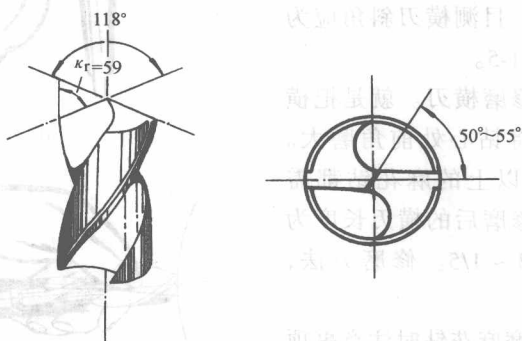

图 1-5
### 2) 刃磨麻花钻的要求（图 1-5）
⑤ 检查横刃斜角应为  $55^\circ$ 。检查时，将麻花钻竖立，两眼俯视，目测横刃斜角应为  $55^\circ$ ，见图 1-5。